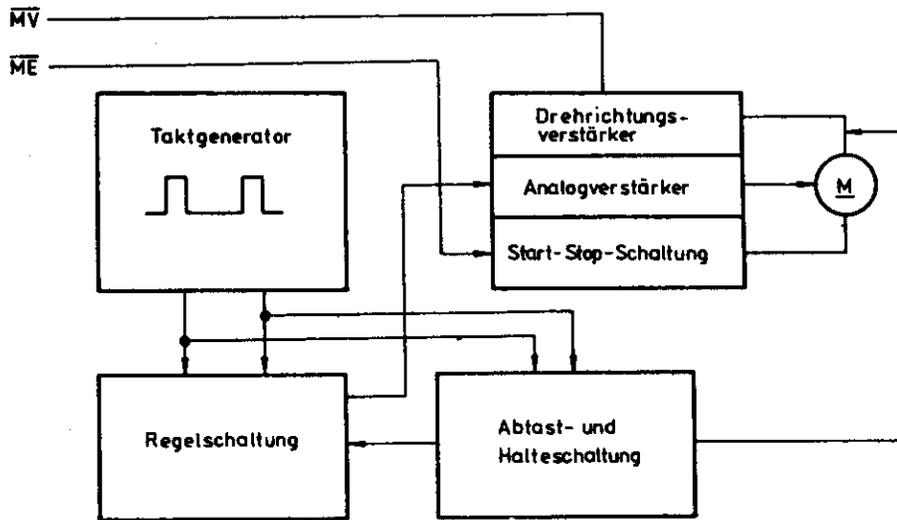

Abb. 10
10.1. Blockschaltbild (Abb. 10)